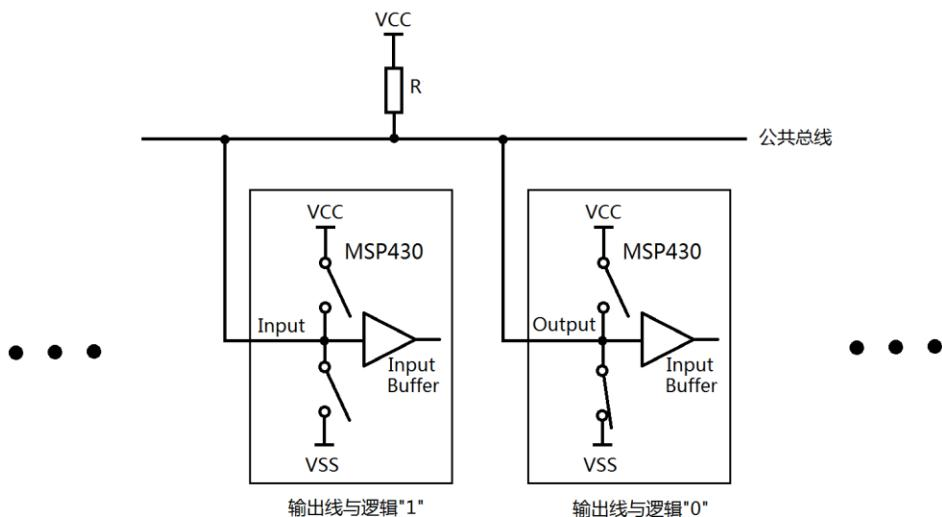

图 5.10 图腾柱输出 IO 模拟“线与”逻辑
- 1) 如图 5.10 所示, 首先外接上拉电阻 R。这里要注意, 一定不能使用单片机 IO 内部电阻充当上拉电阻, 因为内部电阻在 IO 处于输出状态时无法固定为上拉的(输出高电平时为上拉, 输出低电平时为下拉)。